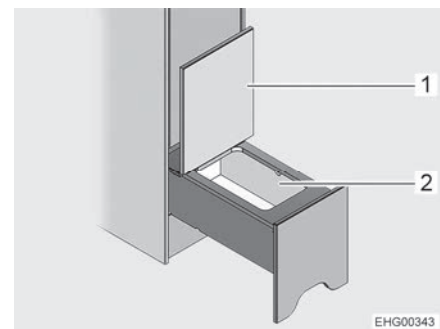

Fig. 83 Vano
- Alzare il coperchio (Fig. 83,1). È così possibile accedere al vano (Fig. 83,2).